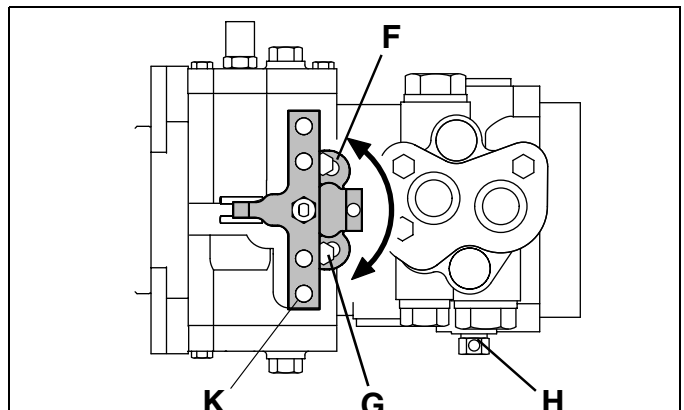

Abbildung 3G
1. Sicherstellen, daß der Rückführarm (**K-Abbildung 3G**) an der Pumpe auf neutral eingestellt ist, Abschnitt 3.6.